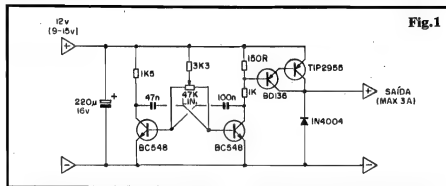

Fig. 1
- FIG. 1 - O CIRCUITO - Estonteante simplicidade (o que - como Vocês sabem - não é sinônimo de ineficiência...): dois transistores comuns, iguais (BC548) trabalham em multivibrador ASTÁVEL, ou seja, um oscilador em "gangorra", formado por um par de amplificadores nos quais a